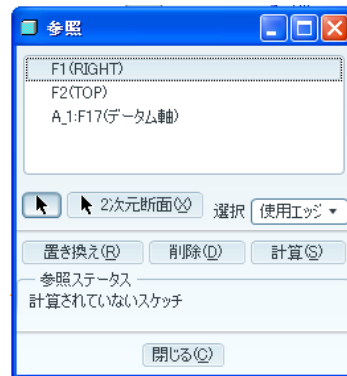

図 4-63 回転方向を右
- 次にメインツール「スケッチ」の「参照」を表示して、モデルツリーよりデーダム軸 A-1 を選択して参照に追加をする図 4-63 に示す。